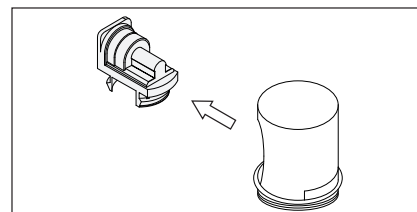

Figure 5
2. Retirer la valve doseuse du bouchon protecteur, le cas échéant. Voir la figure 5.